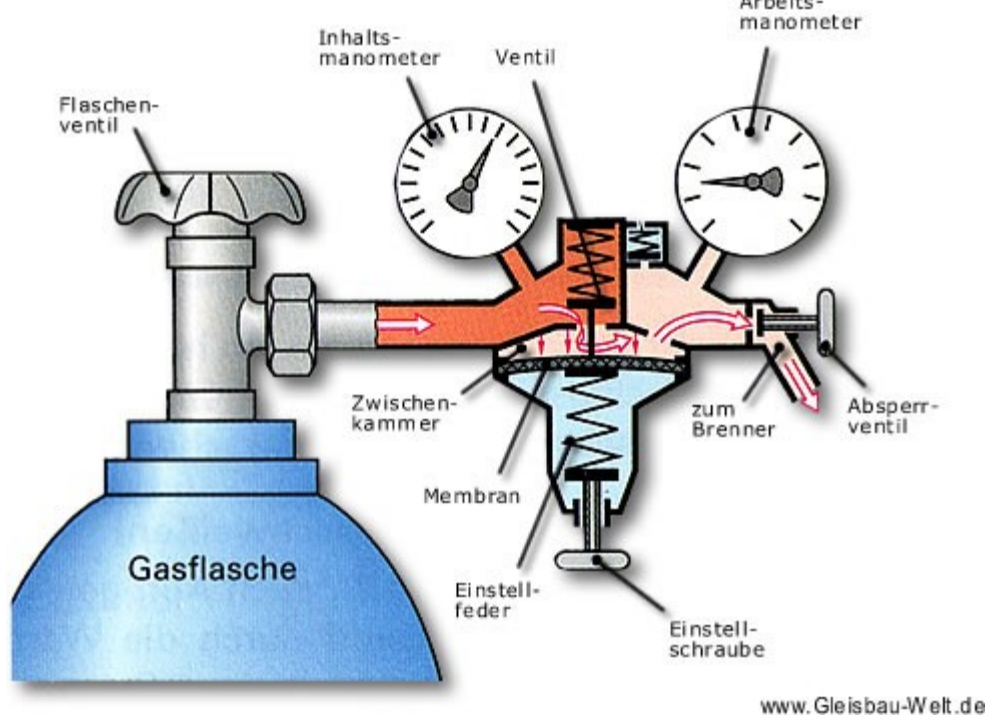

Abb. 3 Druckgas-Armatur
- Beschreiben Sie Aufbau und Funktionsprinzip des Reduzierventiles an Druckgasflaschen. Bedienen Sie sich hierbei der Schemazeichnung in Abb. 3.